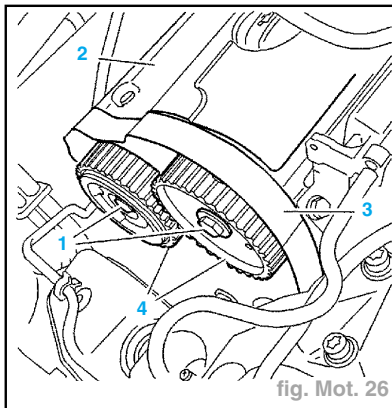
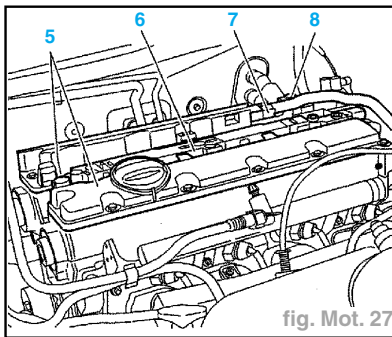

fig. Mot. 26
fig. Mot. 27
- Maintenir les poulies d'arbres à cames (4) ; avec l'outil pour immobilisation (réf. Citroën **6016 T**) (fig. Mot. 26).
- les vis (1),
- les poulies d'arbres à cames (4),
- le carter inférieur de distribution (3),
- Désaccoupler les durits encliquetables (7) (réaspiration des vapeurs d'huile) (fig. Mot. 27).
- le capteur de position arbre à cames (8),
- le boîtier des bobines d'allumage (6).
- Reposer le carter inférieur de distribution (**3**) (fig. Mot. 26).
- Reposer (fig. Mot. 27) :
- le cache-style (**2**) (fig. Mot. 26),